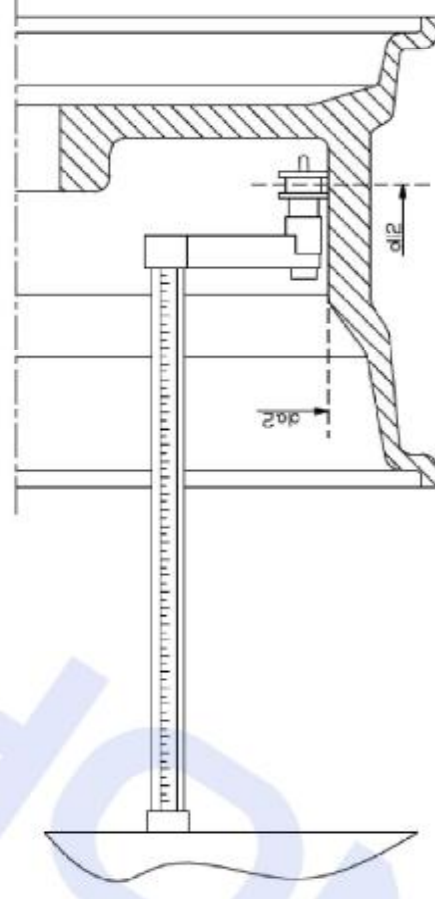

Рисунок 3.9 - Автоматическое получение расстояния к внешней плоскости в типах программ als1
4. Выдвиньте датчик расстояния/диаметра и поместите его к плоскости, выбранной в качестве внешней плоскости. См. рисунок 3.9;
6. Выдвиньте датчик расстояния/диаметра и поместите его на обод к соответствующей внешней плоскости, выбранной для установки балансировочного грузика. См. рисунок 3.9;